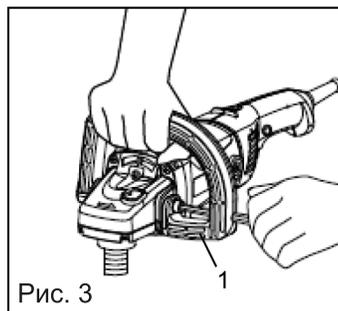
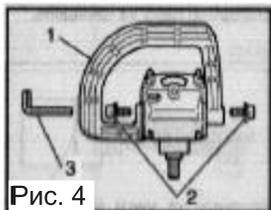
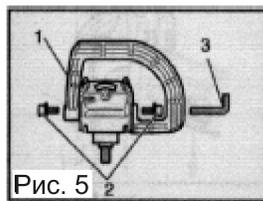

Рис. 3
Рис. 4
Рис. 5
**Внимание!** Перед работой всегда проверяйте надежность крепления боковой рукоятки. Прочно закрепите боковую рукоятку (Рис. 3, поз. 1) на месте с помощью двух болтов и шестигранного ключа. Рукоятка может быть закреплена на инструменте как в левом (Рис. 4), так и в правом положении (Рис. 5).